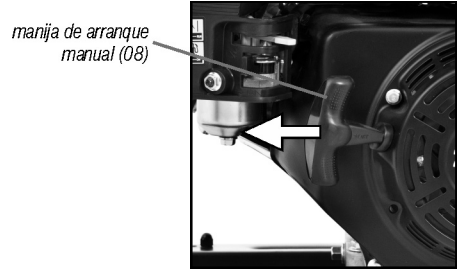

Fig. 22 – Manipulo de arranque
- h. Puje el manipulador de arranque manual (fig. 22) hasta sentir una resistencia y en seguida pújelo fuertemente para dar arranque en el motor;